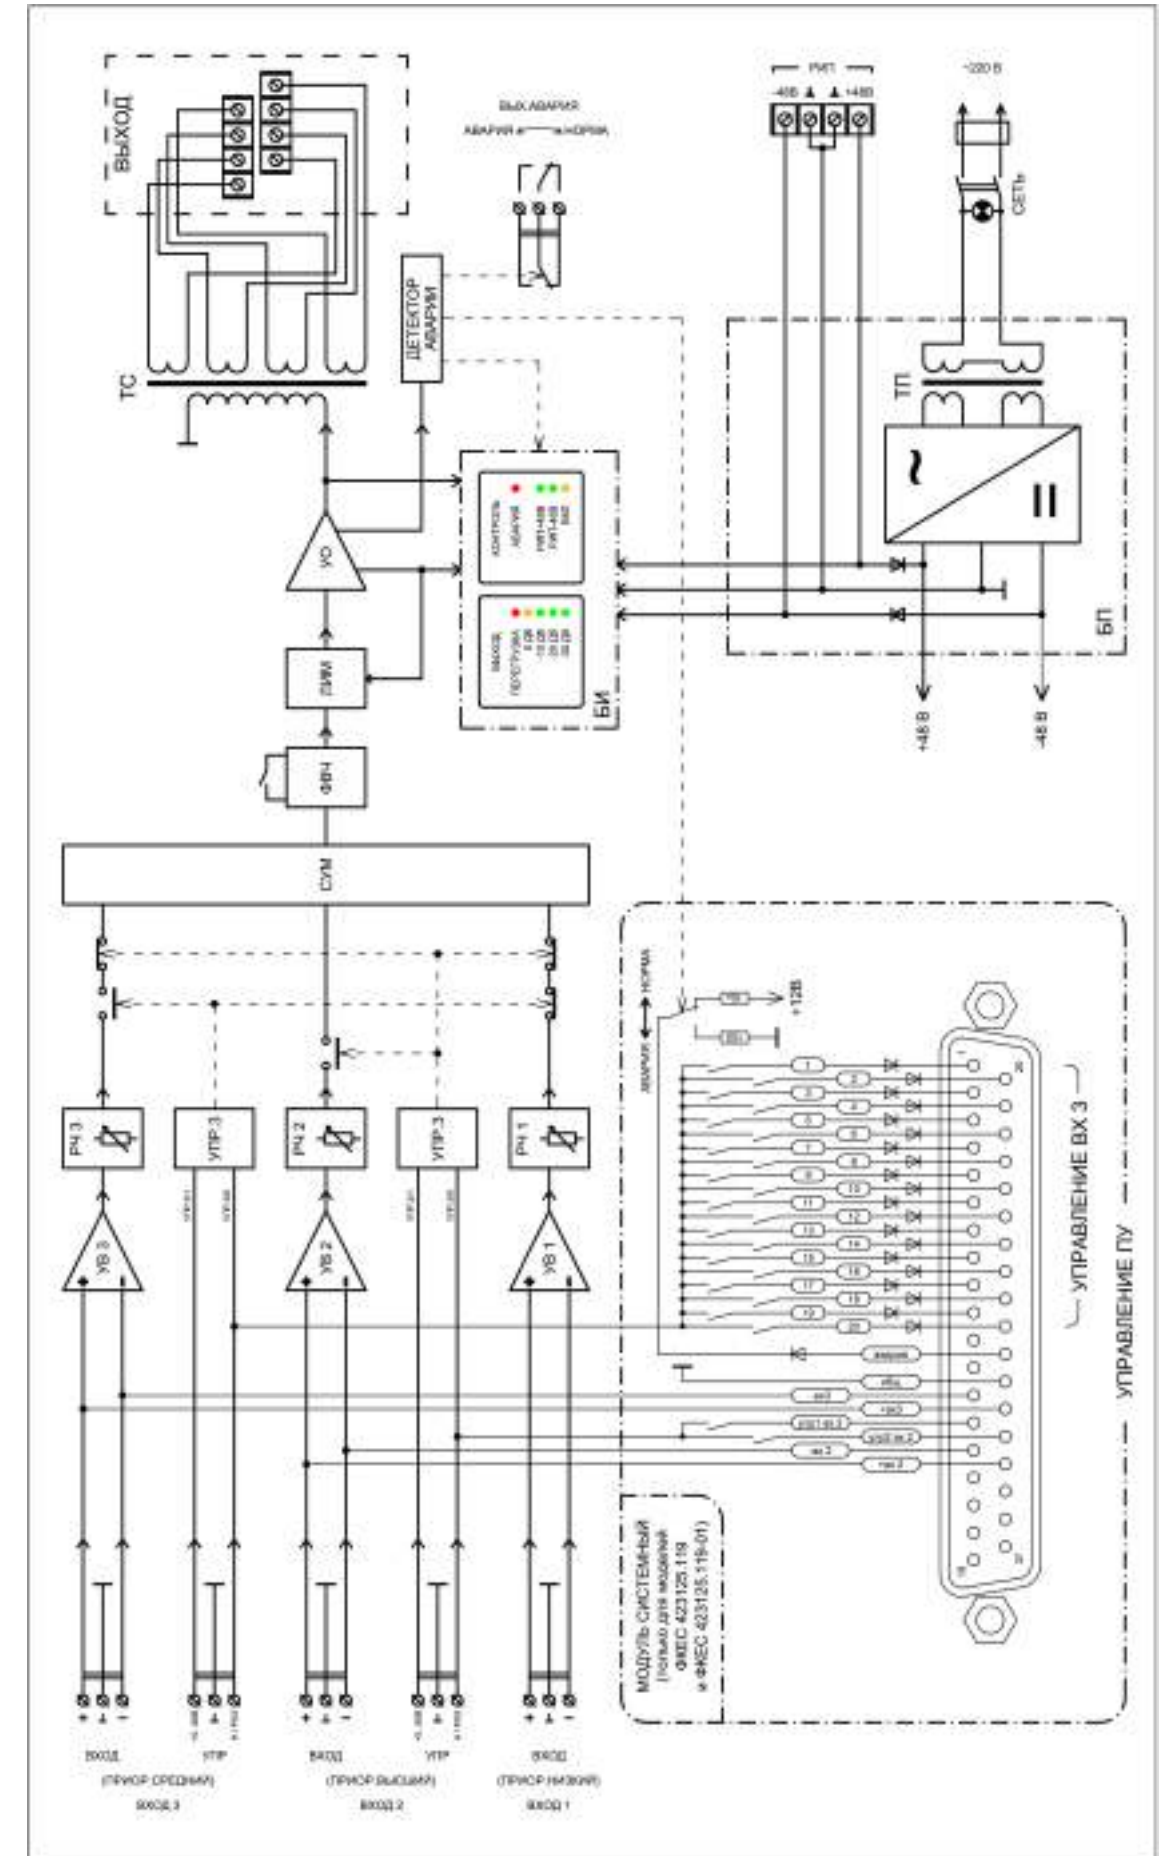

Рис.3 Структурная схема усилителя.
8.1. Структурная схема УМ приведена на рис.3.